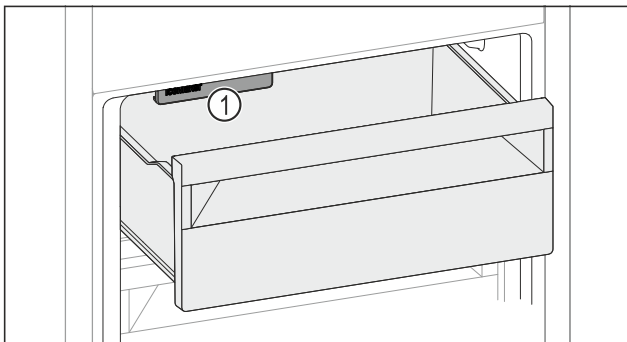

Fig. 126
- Levensmiddelen in de lade leggen. Wanneer u levensmiddelen in de linker lade plaatst: Rekening houden met IceMaker Fig. 126 (1).